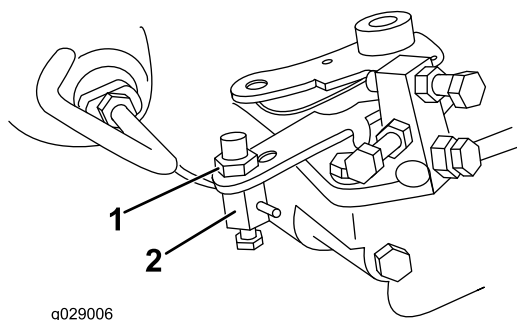

Рисунок 6
4. Отверните гайку крепления шарнира троса дроссельной заслонки к рычагу управления частотой вращения (Рисунок 6).